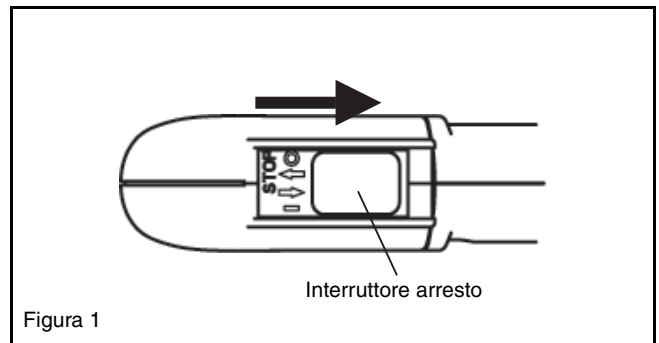

Figura 1
- (1) Mettere la macchina in piano.
- (2) Posizionare l'interruttore arresto sulla posizione "I" (Figura 1).